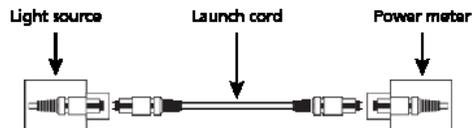

Figura 7. Fije la referencia.
1. Establezca una referencia entre la fuente de luz y el medidor de potencia usando el cable de lanzamiento (ver la figura 7).